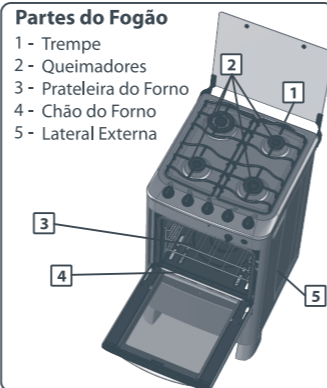

Fig. 27
▶ Para a limpeza das peças do fogão (queimadores, laterais, trempes, tampão de vidro, frente e chão do forno. (Fig.27) passe uma esponja macia com água e sabão neutro, em seguida enxugue-as com um pano seco e macio.